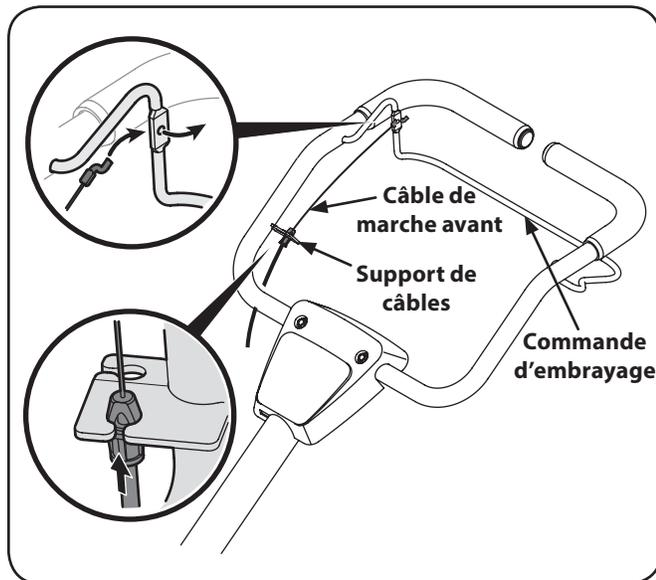

Figure 3-2
1. Installez les deux câbles le long du côté droit de la poignée. Voir Figure 3-2.
2. Faites passer le crochet de retenue du câble de marche avant dans le trou de la commande d'embrayage pour brancher le câble de marche avant à la commande d'embrayage. Voir Figure 3-2.
3. Faites enclencher les attaches des câbles dans le support de câbles comme indiqué à la Figure 3-2. Les attaches s'enclenchent dans la partie inférieure du support de câbles. Voir Figure 3-2.